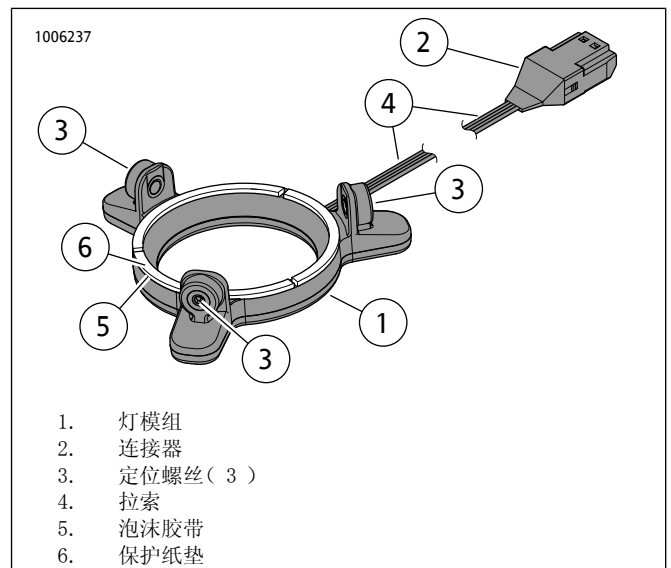

图14。圆形Stage II扬声器LED灯
6. 参见图14。从灯模组(1)背面的泡沫胶带(5)去掉保护纸垫(6)。